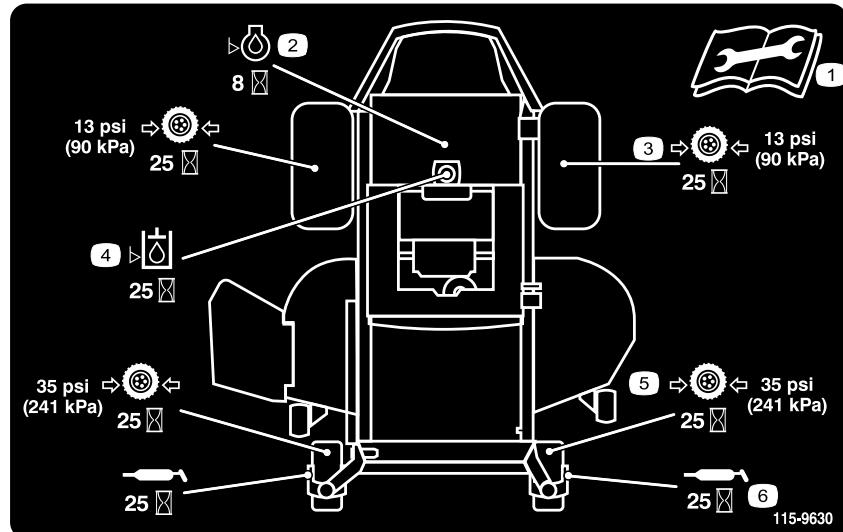

Figura 40
3. Pulite i raccordi d'ingrassaggio (Figura 41 e Figura 40) con un cencio, e togliete eventuali tracce di vernice davanti ai raccordi.
4. Collegate un ingassatore a pressione a ciascun ingassatore (Figura 40 e Figura 41). Pompatate del grasso nel raccordo finché non inizia a fuoriuscire dai cuscinetti.